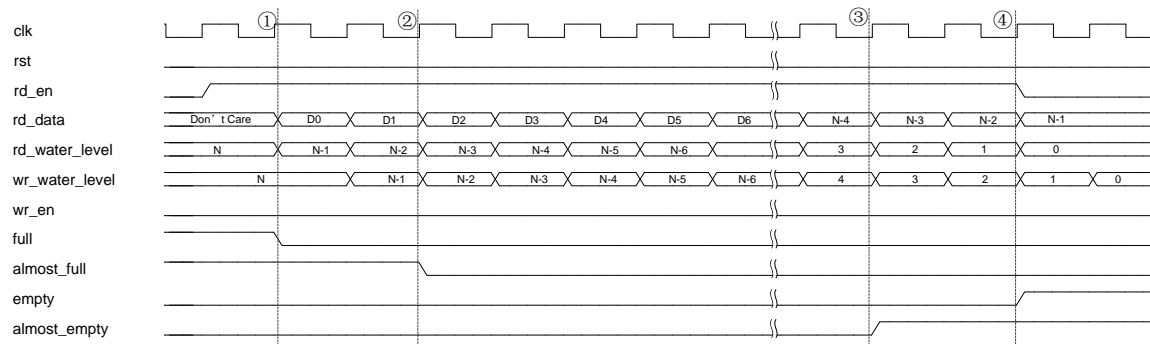

图 2-34 同步 FIFO 读出时序图（未使能输出寄存）
对于同步 FIFO，图 2-34 是从满状态开始读出，直至读空的时序图。时序图中的
在图 2-34 中，FIFO 在满状态下 full 信号为“1”，almost_full 信号也为“1”，此时，empty 信号和 almost_empty 信号都为“0”。当 rd_en 有效开始读出数据后（clk 上升沿①），full 信号立刻置“0”。如果 rd_en 继续有效，almost_full 信号会根据配置的 Almost Full Numbers 值延迟置“0”（clk 上升沿②）。当写指针与读指针的差值等于 Almost Empty Numbers 值时，almost_empty 标志将置“1”（clk 上升沿③）。当 FIFO 读空时（clk 上升沿④），empty 信号立刻置“1”。rd_water_level 信号在 rd_en 有效下递减计数，wr_water_level 信号延迟一个时钟周期递减计数。